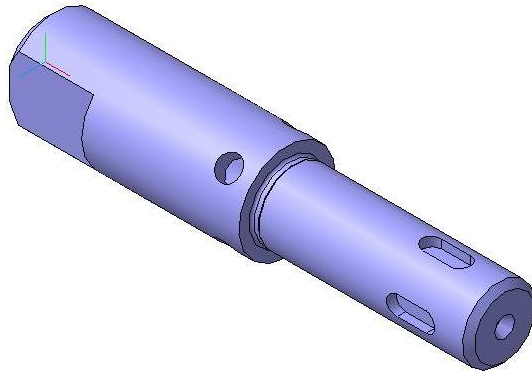

Рис. 1
**Задание.** Выполните пространственную модель детали, изображенной на рис. 1 в следующем порядке: